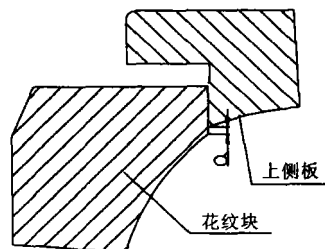

图 4 台阶 2
2. 上侧板低于花纹块如图 4 所示台阶 2。解决措施为测量台阶厚度,按此厚度减小调整垫片厚度。